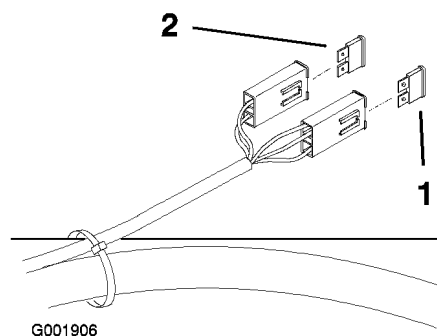

Figura 53
2. Para cambiar un fusible, tire del fusible para retirarlo (Figura 53).